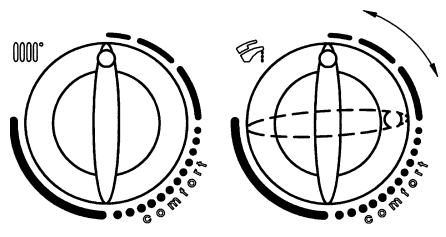

Figure 18B
- 2) lorsque le bouton 7 est sur cette position, le faire tourner 2 fois de suite rapidement ( $\sim 1/4$  de tour) dans le sens des aiguilles d'une montre comme le montre la figure 18B.